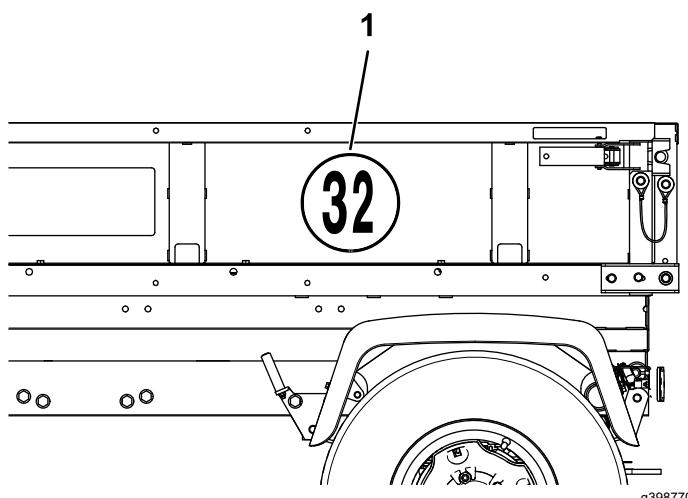

図 19
- 荷台の左側で、図 19 のように 2 本目と 3 本目のチャネル部材の間に速度デカルを貼り付ける。